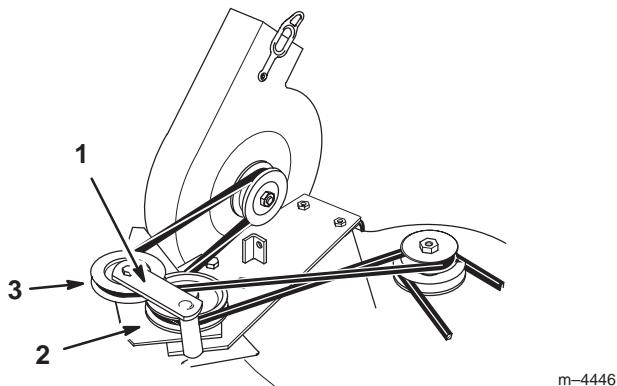

Figure 17
- Écartez le souffleur en position ouverte et montez la courroie d'entraînement entre le support de la poulie de tension et les autres poulies. Enroulez la courroie autour de la poulie du souffleur (Fig. 17).
3. Installez la courroie d'entraînement autour de la poulie supérieure (Fig. 17).